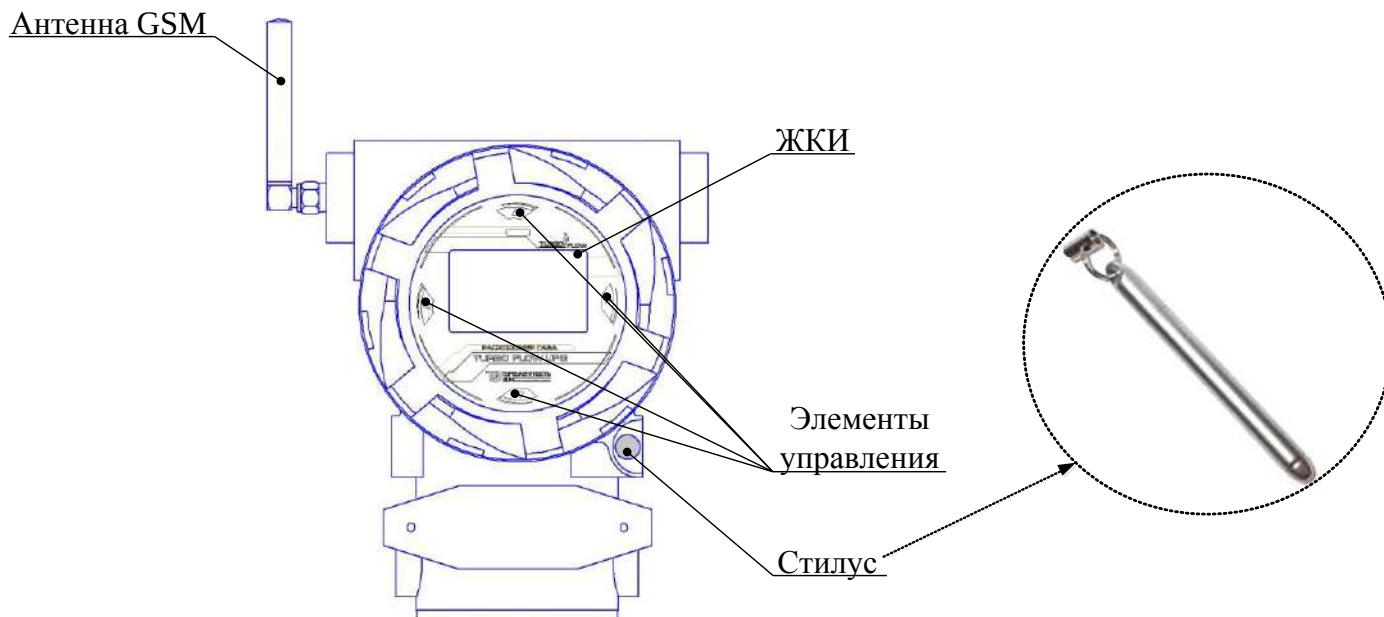

Рисунок 1
2.4.1.6 Если после монтажа расходомера (рисунок 1) оказалось, что расположение ЭБ затрудняет чтение показаний с индикатора, есть возможность повернуть ЭБ в пределах 350 °.
2.5.1 Во взрывозащищенном исполнении Ex d ПП контроль работы расходомеров осуществляется при помощи ЖКИ, встроенного в ПП, и элементов управления с помощью стилуса (рисунок 1).